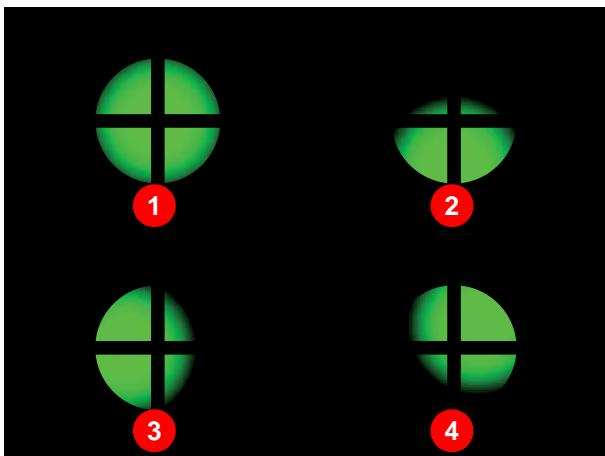
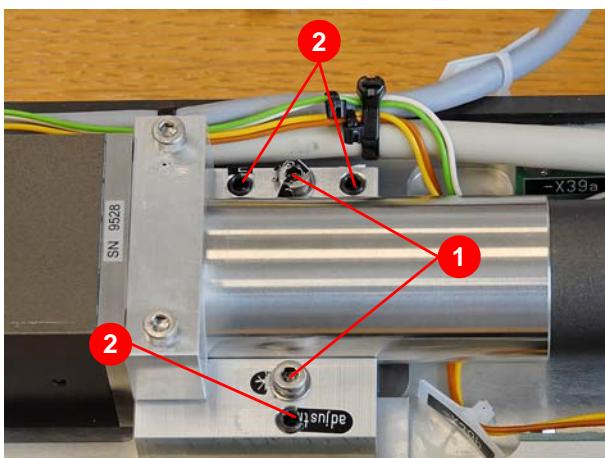
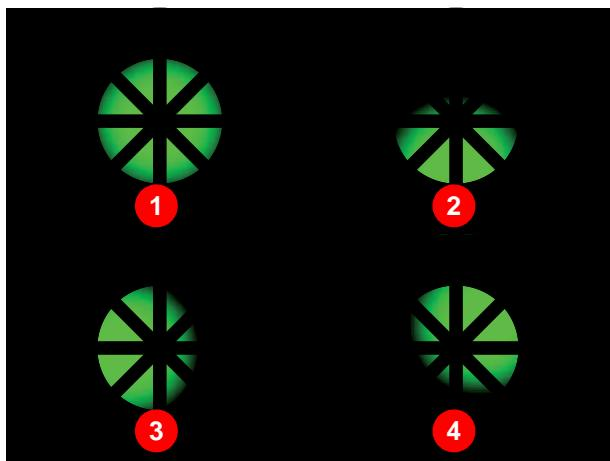

Abbildung 7.12 Strahljustage kontrollieren
Abbildung 7.13 Strahljustage
Abbildung 7.17 Strahljustage kontrollieren
15. Laser einschalten, VLM-Programm starten und Abbildung des Lasers auf der Wandlerscheibe kontrollieren. Abbildung 7.12 zeigt Beispiele für mögliche Abbildungen:
- Justage in Ordnung (1)
- Austritt zu weit unten (2)
- Austritt zu weit links (3)
- Austritt zu weit oben rechts (4)
- Befestigungsschrauben (1) (Abbildung 7.13) lockern.
- Einstellung über die Stellschrauben (2) vornehmen.
- 19.** Laser einschalten, VLM-Programm starten und Abbildung des Lasers auf der Wandlerscheibe kontrollieren. Abbildung 7.17 zeigt Beispiele für mögliche Abbildungen:
- 22.** Laser einschalten, VLM-Programm starten und Abbildung des Lasers auf der Wandlerscheibe kontrollieren (siehe Abbildung 7.12 und Abbildung 7.17).
28. Laser einschalten, VLM-Programm starten und Abbildung des Lasers auf der Wandlerscheibe kontrollieren (siehe Abbildung 7.12 und Abbildung 7.17), ggf. Justage durchführen.